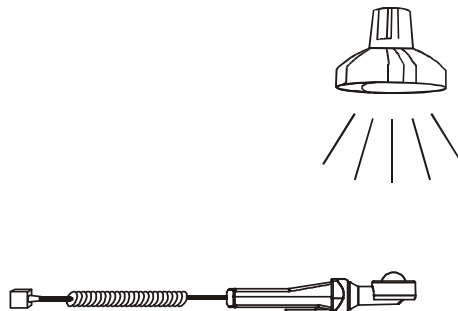

Abbildung 5.46: Positionierung des Beleuchtungssensors
- ☐ Schalten Sie den Beleuchtungssensor ein und positionieren Sie den Sensor unter der Lichtquelle (siehe Abbildung 5.46).